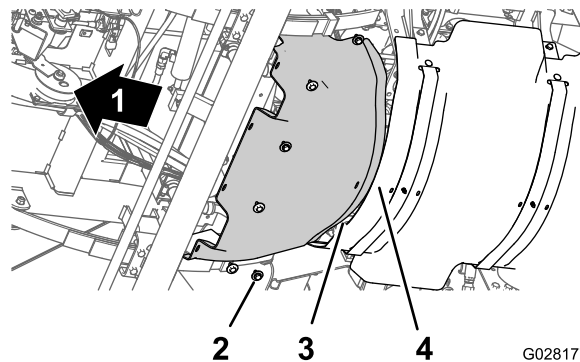

Figura 58
1. Allineate la flangia posteriore dello schermo termico anteriore sopra alla flangia anteriore dello schermo termico posteriore (Figura 58).
2. Allineate i fori sullo schermo termico anteriore con i fori filettati nello chassis (Figura 58).
3. Montate lo schermo termico anteriore alla macchina con i 6 bulloni a testa esagonale e le 6 rondelle (Figura 58) rimossi al passaggio 3 della sezione Rimozione dello schermo termico anteriore \(pagina 52\).